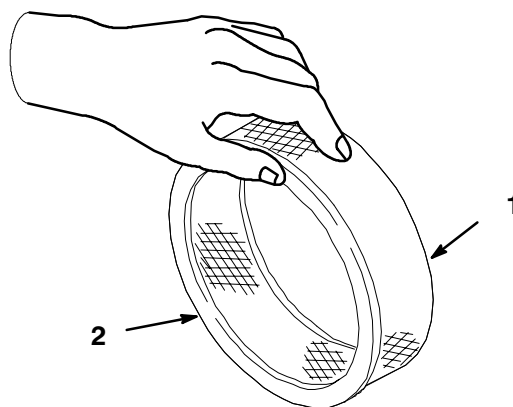

Bild 19
- A. Klopfen Sie den Einsatz leicht auf eine flache Unterlage, um Staub und Schmutz zu beseitigen (Bild 19).